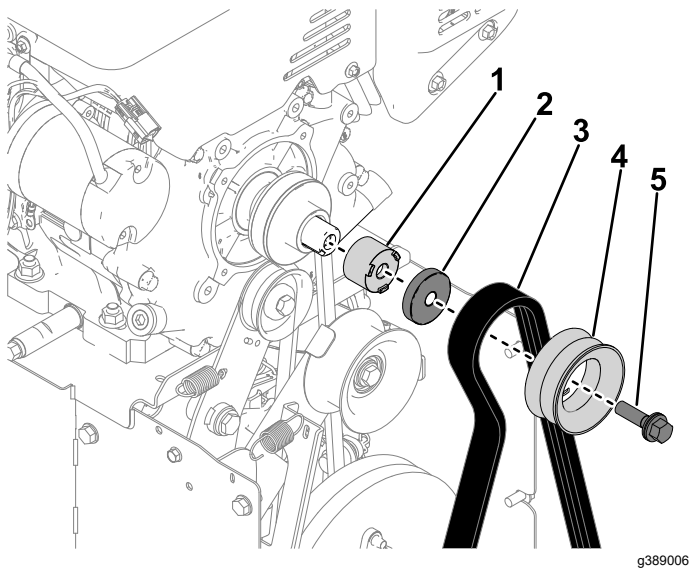

Bild 22
2. Befestigen Sie die Distanzscheibe, den Riemenscheibenträger, die Laufradscheibe und den Räumwerkriemen an der Welle an (Bild 22).
4. Montieren Sie die Schraube (7/16" x 1 3/4") an der Laufradscheibe (Bild 22). Ziehen Sie die Schraube bis auf ein Drehmoment von 13,6–18,1 N·m an.